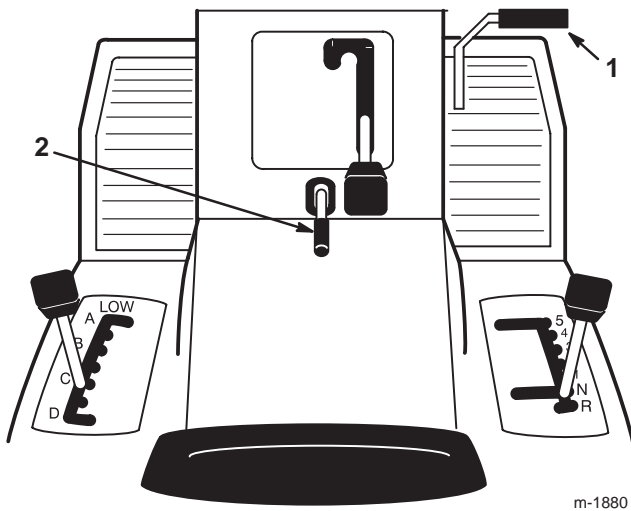

Bild 3
1. Drücken Sie das Kupplungs-/Bremspedal (Bild 3) durch und halten es in der gedrückten Position.
2. Ziehen Sie den Feststellbremshebel (Bild 3) hoch und nehmen Sie den Fuß allmählich vom Kupplungs-/Bremspedal.
1. Drücken Sie das Kupplungs-/Bremspedal (Bild 3) herunter.